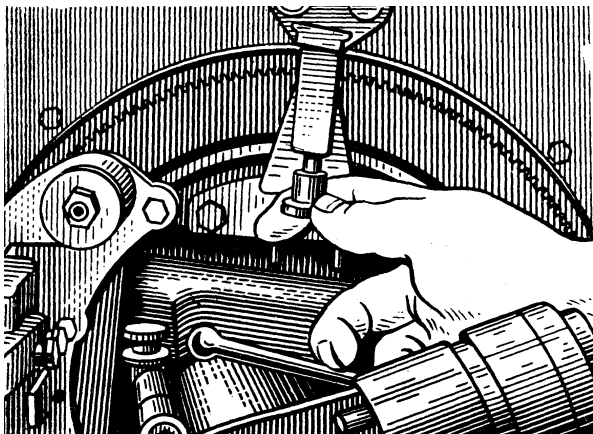

Рис. 70. Зняття пускової установки
- зняти зі стопору пускову установку, для чого, відтягнути стопор від себе, повернути його на  $90^\circ$  (рис. 70);